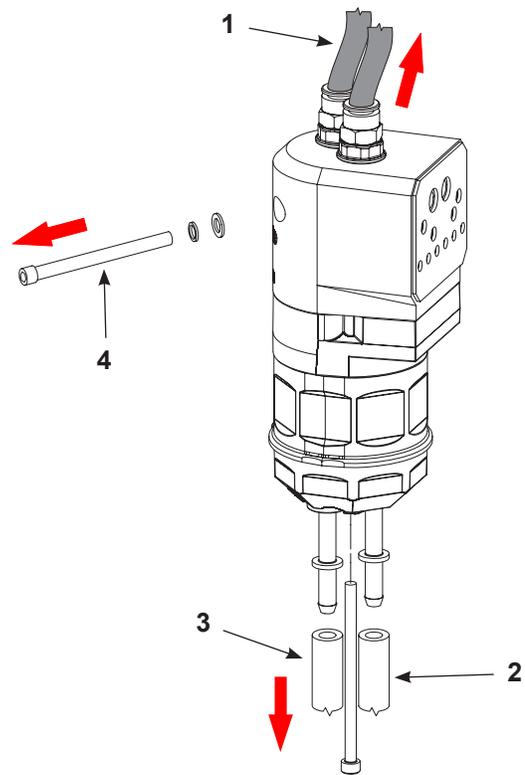

Figura 18 Preparación de desmontaje de la bomba de retroadaptación
1. Ver la figura 18. Desconectar las líneas de aire de purga desde la parte superior de la bomba de retroadaptación (1) donde sea posible.